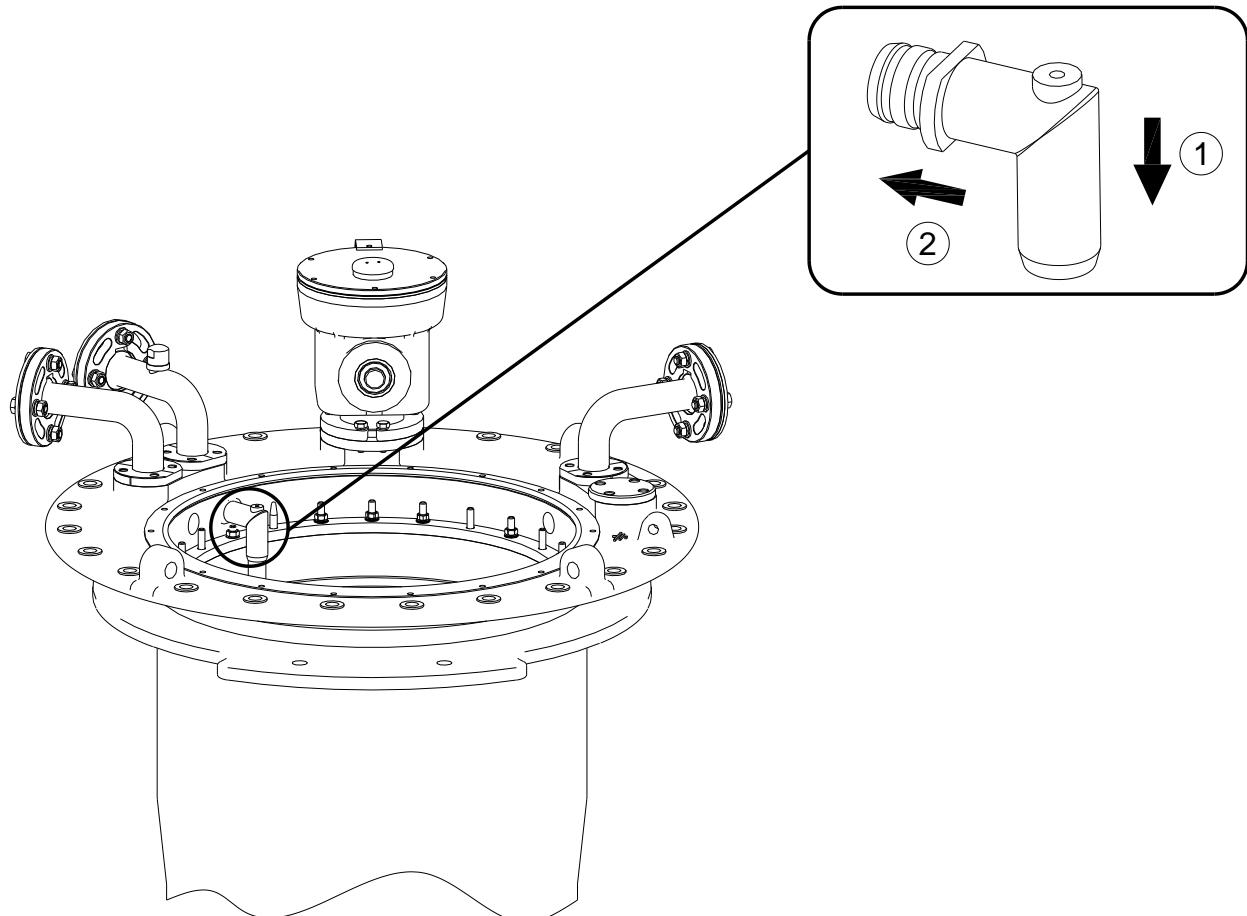

图 5-16 安装抽油管示意图
1. 安装抽油管：把抽油管一端插入切换芯子油室的抽油管定位孔，另一端插入钟罩法兰抽油管孔。(见图 5-16)